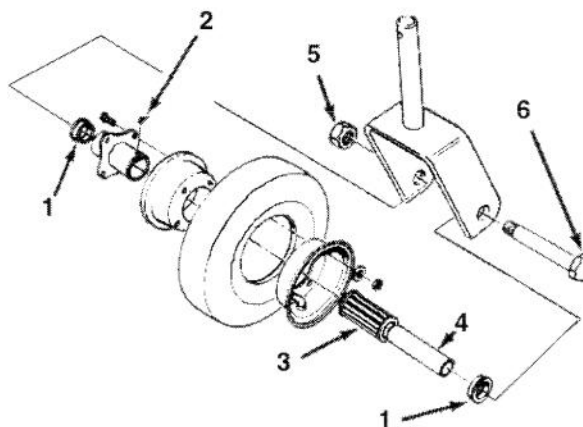

Figure. 4
1. Enlever le contre-écrou du boulon à tête qui fixe l'ensemble roue pivotante entre la fourche (Fig. 4). Tenir la roue et retirer le boulon à tête de la fourche.
Nota: tenir compte des deux anneaux de retenue du roulement (Fig.4).
2. Incliner la roue pour faire tomber le roulement et le manchon entretoise (Fig. 4).
6. Pomper encore de la graisse par le graisseur de la roue (Fig. 4), jusqu'à ce que le roulement soit bien graissé.